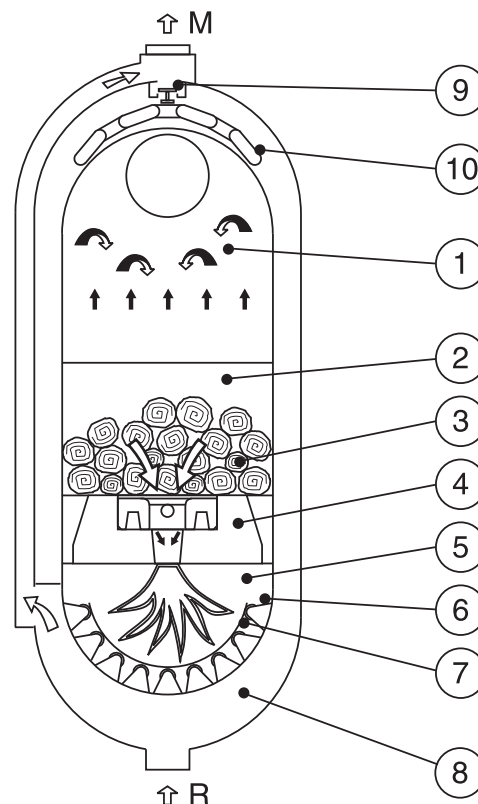

fig. 3
Il corpo caldaia è formato da due elementi ovoidali l'uno inserito all'interno dell'altro, in modo che tra i due si formi una intercapedine d'acqua (fig.3).
Possiamo distinguere le seguenti parti (fig.3):
I residui solidi della combustione (ceneri), che si appoggiano sulla culla in acciaio (fig. 3, pos. 7) ad alta temperatura diverranno col tempo sempre più leggeri sino a che saranno trascinati dalla velocità dei gas e si depositeranno nella zona più bassa della camera fumo posteriore dalla quale verranno rimossi durante le operazioni di pulizia.
il bruciatore è composto da una pietra refrattaria (fig. 3, pos. 4). Tale pietra presenta un'apertura ovale centrale da cui passa la fiamma.